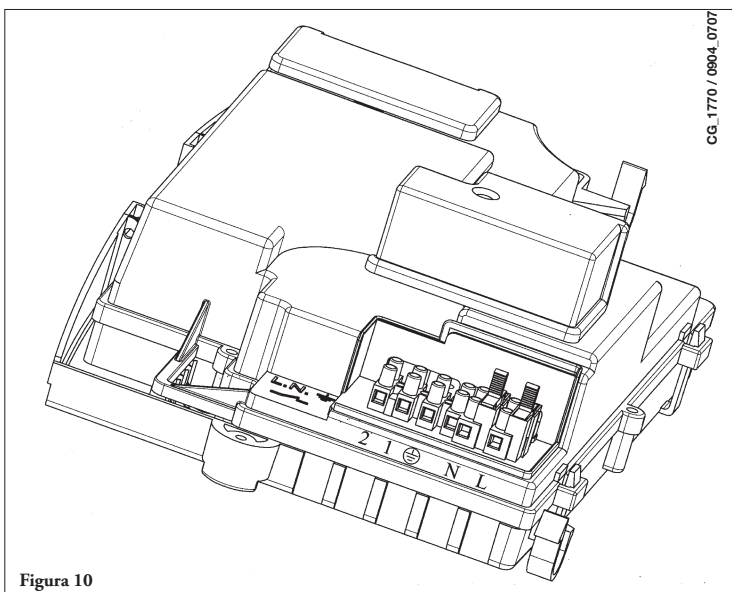

Figura 10
- deșurubați capacul pentru a ajunge la cablaje (Figura 10).
Pentru a poziționa baza în interiorul locașului panoului frontal al centralei (figura 10) procedați după cum se arată în continuare:
- Accedeți la panoul de borne de alimentare (figura 10);
- Conectați terminalii termostatului ambiental la bornele (1) și (2);